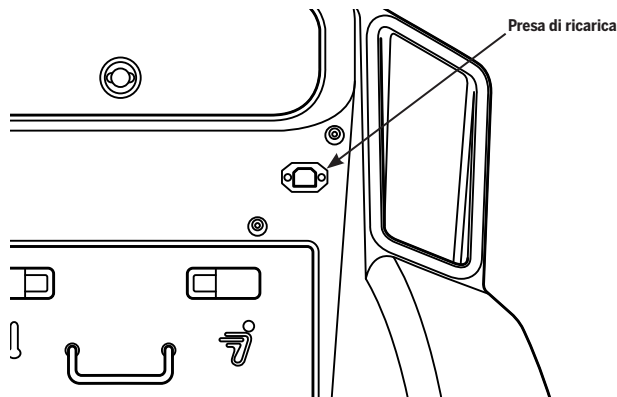

Figura 39: Verificare che la presa di ricarica sia pulita, asciutta e priva di detriti
2. Verificare che la presa di ricarica, il cavo di alimentazione e la presa di corrente CA siano puliti, asciutti e privi di tracce di sporcizia (**Figura 39**).